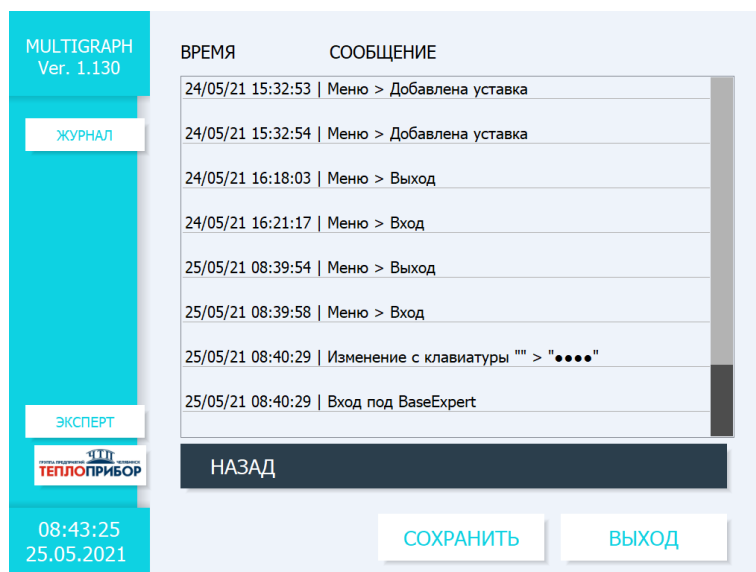

Рисунок 2.62 – Список диагностик
2.4.4.3.1 «СПИСОК ДИАГНОСТИК» представляет список всех действий, произведенных с прибором (настройка, вход в режимы, пункты меню и др.) (рис. 2.62).